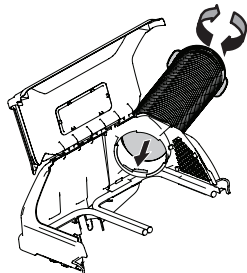

Figura 16
1. Enrosque el lado final superior del tubo del canal en forma segura, en el soporte superior del canal. Existen dos lengüetas en el lado bajo interno del soporte del canal superior que permiten un enrosque seguro. Consulte la Figura 16.